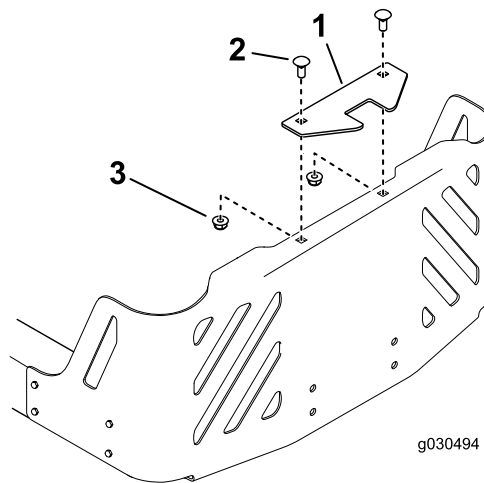

Bild 10
1. Befestigen Sie den Stabilisatorbügel mit zwei Schlosssschrauben (5/16" x 3/4") und zwei Sicherungsmuttern (5/16") an der Motorschutzvorrichtung (Bild 10).